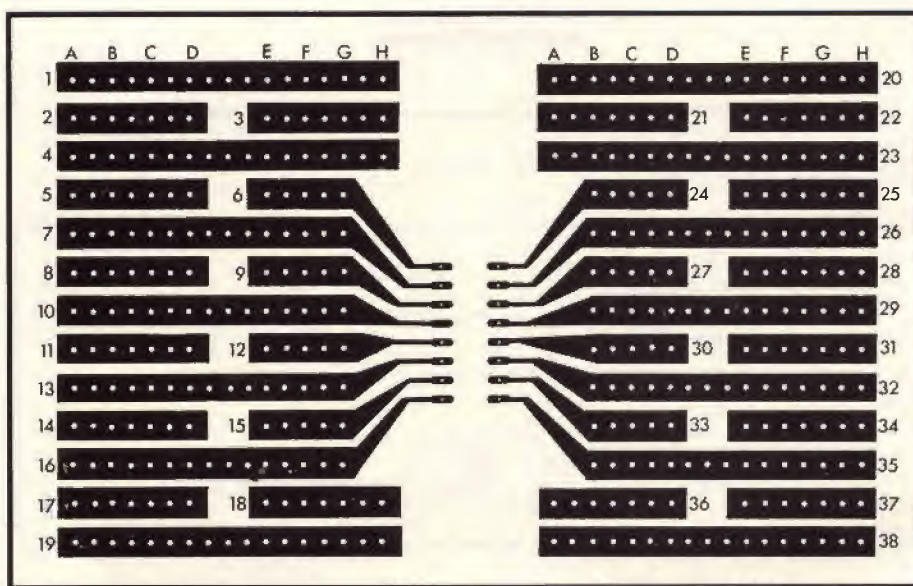

Fig. 17 - Blob-Board ZB11C corrispondente alla matrice T-DeC.
- 2) Il modello ZB1IC di 11x7 cm (fig. 17) le cui piste riproducono esattamente la matrice T-DeC.